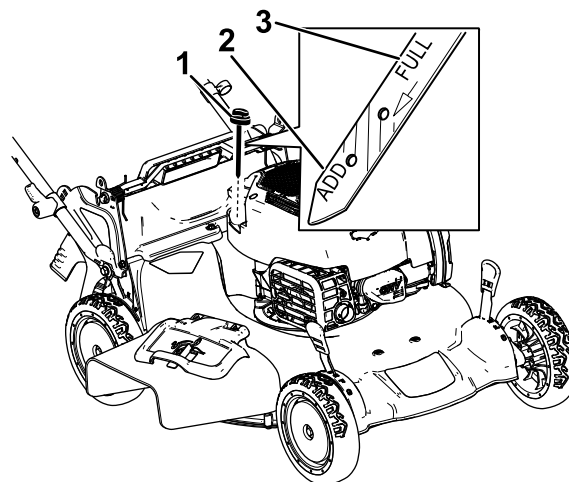

Рисунок 14
2. Извлеките масломерный щуп, повернув крышку против часовой стрелки и вытянув его (Рисунок 14).
5. Определите уровень масла по отметкам на щупе (Рисунок 14).
- Если уровень масла на щупе слишком низкий (Рисунок 14), осторожно залейте небольшое количество масла SAE 30 или SAE 10W-30 с моющими присадками в маслозаливную горловину, подождите 3 минуты и повторите операции с 3 по 5, чтобы довести масло до требуемого уровня на щупе.
- Если уровень масла по щупу слишком высокий (Рисунок 14), слейте излишек масла, пока не будет достигнут правильный уровень по щупу; см. раздел Замена масла в двигателе \(страница 20\).